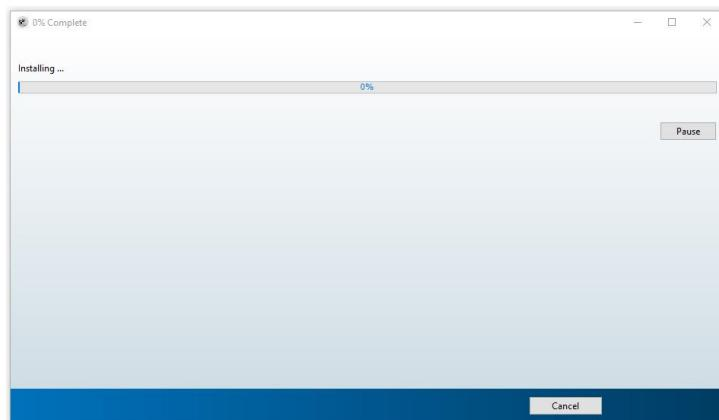

Figura 2-7 Ventana de progreso de instalación
- En este punto, la instalación habrá iniciado. El asistente le mostrará una ventana con una barra de progreso en la cual usted podrá supervisar el progreso de la instalación. Cuando la barra llegue al 100% significa que la instalación habrá finalizado (ver Figura 2-7). Dependiente de las características de la computadora en la cual está realizando la instalación, este proceso puede tomar varios minutos, por lo que debe ser paciente y no cerrar la ventana de progreso, de lo contrario cancelará la instalación.